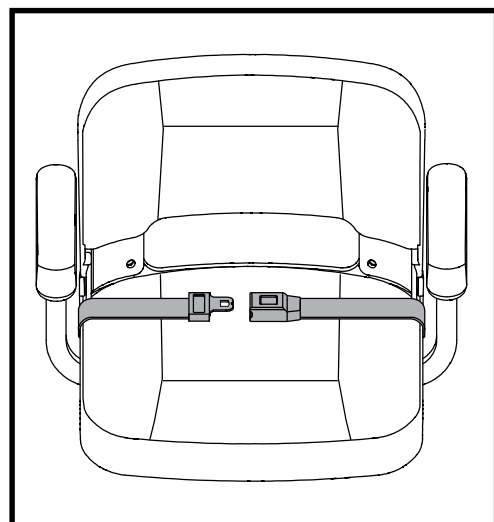

Figure 17. Ceinture de positionnement
Le siège de votre scooter peut être équipé d'une ceinture de positionnement de type automatique qui peut être ajustée pour le confort de l'opérateur. Voir la figure 17. La ceinture de positionnement est conçue pour aider à soutenir l'opérateur afin qu'il ne glisse pas vers le bas ou vers l'avant sur le siège. La ceinture de positionnement n'est pas conçue pour être utilisée comme dispositif de retenue.
1. Insérez la languette du côté droit de la ceinture dans le boîtier en plastique de la sangle opposée jusqu'à ce que vous entendiez un « clic ». Voir la figure 17.